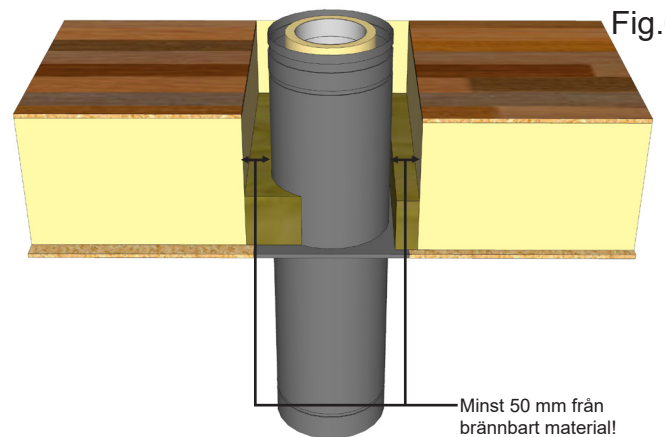

Fig.6
7. Vid bjälklagsgenomföring skall isoleringen skäras bort minst 50 mm runt skorstensens yttermantel och närmaste brännbara material i form av bjälkar, takstolar, takbeläggningen eller liknande skall också vara minst 50 mm från skorstensens yttermantel. Se Fig. 6
8. Vid återisolering i bjälklag skall max 100 mm tjock värmebeständig isolering användas för att stoppa kallras, eventuellt ljud och för att inte orsaka övertemperaturer i bjälklaget. Se Fig. 6